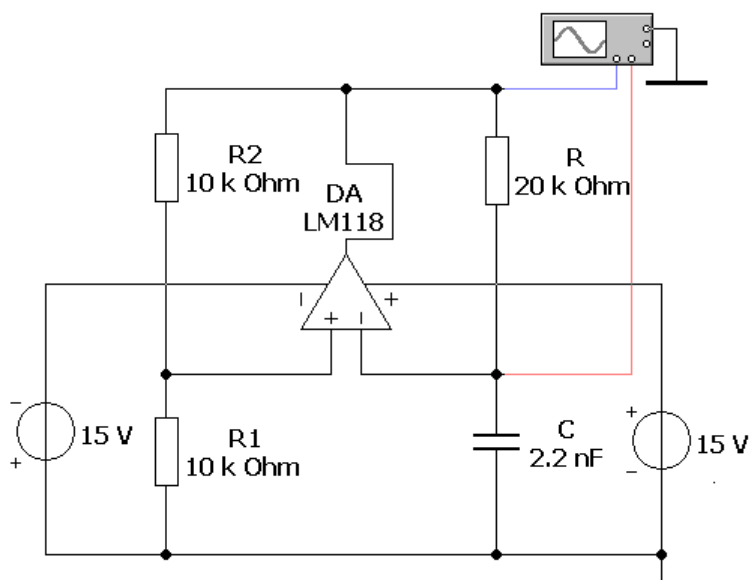

Рис. 1. Мультивибратор
- работу схем рис. 1, 2, 3;
- основные расчетные соотношения схем рис. 1, 2, 3.
- основные выводы по работе схем рис. 1, 2, 3.
- 1.1. Собрать схему мультивибратора на операционном усилителе (рис. 1).
1. Мультивибратор по рис.1
Частота мультивибратора рис. 1 определяется выражением: